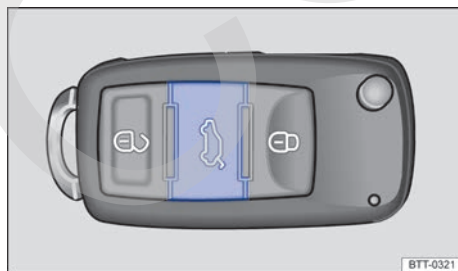

Fig. 27 En la llave del vehículo: tecla desbloqueo de la tapa trasera.
- Si el vehículo se encuentra bloqueado, apriete la tecla  en la llave del vehículo con mando a distancia → fig. 27 (flecha), durante aproximadamente un segundo para desbloquear la tapa trasera.